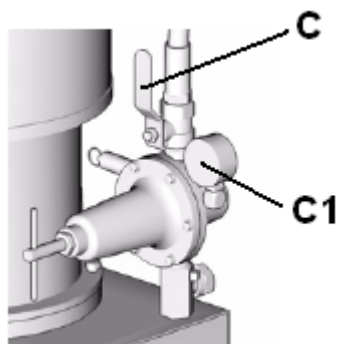

Рис.2
2. Закройте кран подачи воздуха к дозирующему насосу (С) показанный на рис.2 и сбросьте давление воздуха на манометре (С1) выкрутив рукоятку.
8. Откройте кран подачи воздуха на воздушный мотор. Поднимите давление на манометре до 1 – 2 бар с помощью регулятора давления (см. Рис.2).
9. Откройте кран подачи воздуха на воздушный мотор. Поднимите давление на манометре до 1 – 2 бар с помощью регулятора давления (см. Рис.2).